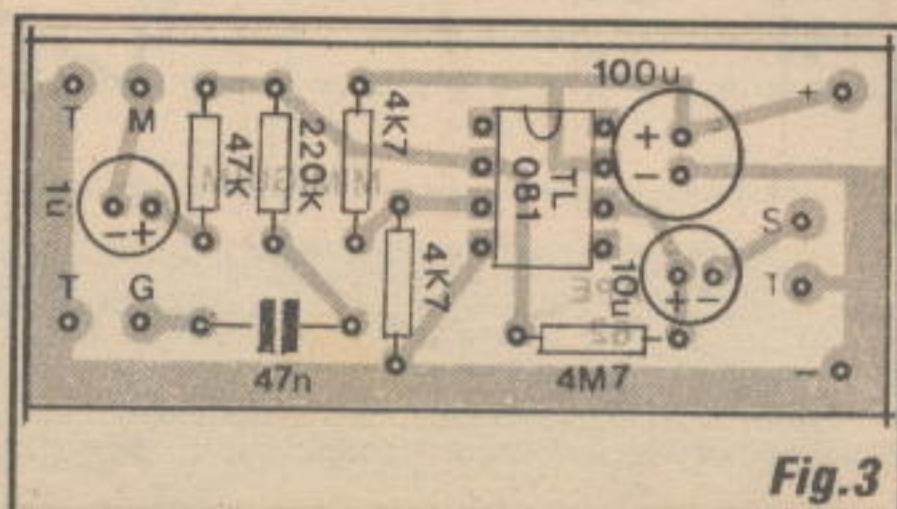

Fig.3
- FIG. 3 - CHAPEADO DA MONTAGEM - A colocação dos componentes à placa deve ser guiada pelo *chapeado*, que mostra o impresso pela sua face *não cobreada*, todas as peças principais posicionadas e identificadas (ainda em escala 1:1, para que seja mais fácil ao leitor/hobbysta